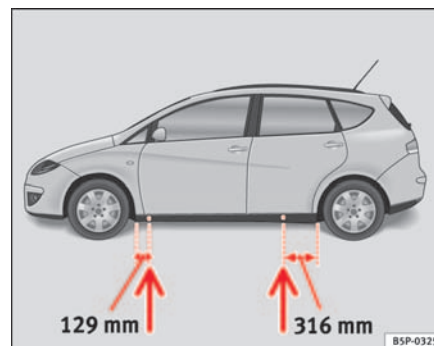

Abb. 173 Aufnahme-
- Suchen Sie den Aufnahmepunkt am Unterholm, der dem zu wechselnden Rad am nächsten liegt ⇒ Seite 247, Abb. 173.
Am Unterholm kennzeichnen jeweils vorn und hinten Eindrückungen die Stellen, an denen der Wagenheber angesetzt werden darf ⇒ Seite 247, Abb. 173. An jedem Rad ist eine Stelle für den Wagenheber vorgesehen. An anderen Stellen darf der Wagenheber nicht angesetzt werden.